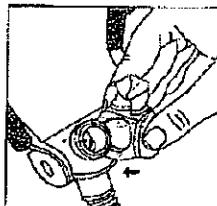

Figura 3
2. Con el almohadillado doblado hacia adentro, coloque la abertura sobre el soporte del tubo del armazón (figura 3).